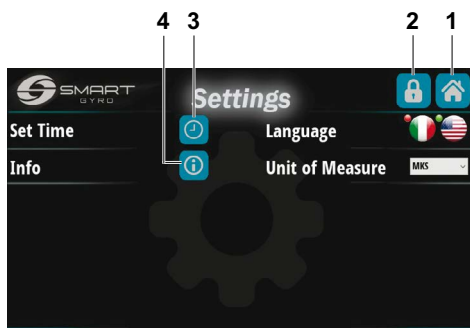
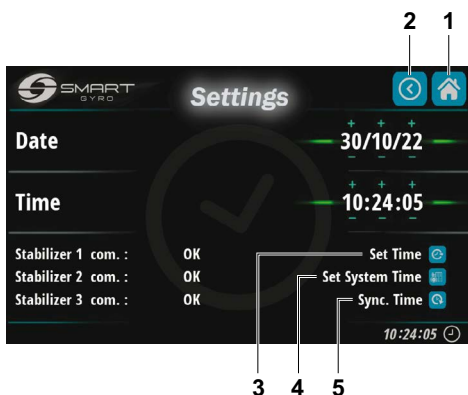

Figure 18
Figure 19
Appuyez sur l'icône Réglage (Figure 17, (1)) pour accéder à la page du menu Réglage (Figure 18).
Appuyer sur l'icône Accueil en haut à droite (Figure 18, (1)) pour revenir à la page d'accueil.
Appuyer sur l'icône avec le symbole du cadenas (Figure 18, (2)) pour être redirigé vers une page protégée par mot de passe (uniquement accessible au personnel de service) afin d'inspecter/de modifier certains paramètres internes qui sont généralement accessibles lors de la première installation du gyroscope.
Appuyer sur l'icône de réglage de l'heure avec le symbole de l'horloge (Figure 18, (3)) pour accéder à la page de réglage de l'heure et de la date (Figure 19).
Une fois la date et l'heure programmées, les données sont enregistrées dans la mémoire non volatile du boîtier de commande du gyroscope en appuyant sur l'icône située tout en haut à droite (Figure 19, (3)).
Appuyer sur l'icône centrale (Figure 19, (4)) pour sauvegarder l'heure et les données contenues dans la mémoire non volatile de l'écran.
Enfin, appuyer sur l'icône située la plus en bas (Figure 19, (5)) pour supprimer les données et afficher à l'écran la date et l'heure actuelles lues en temps réel depuis l'horloge interne du boîtier de commande du gyroscope.
Appuyer sur l'icône Accueil située en haut à droite (Figure 19, (1)) pour être redirigé vers la page d'accueil.
Appuyer sur l'icône Revenir située en haut à droite (Figure 19, (2)) pour être redirigé vers la page Paramètres (Figure 18).
Lorsque vous appuyez sur l'icône Info (Figure 18, (4)), il est possible de visualiser les versions du microprogramme de l'affichage et de la carte de contrôle (installée sur l'unité gyroskopique) (figure 22).